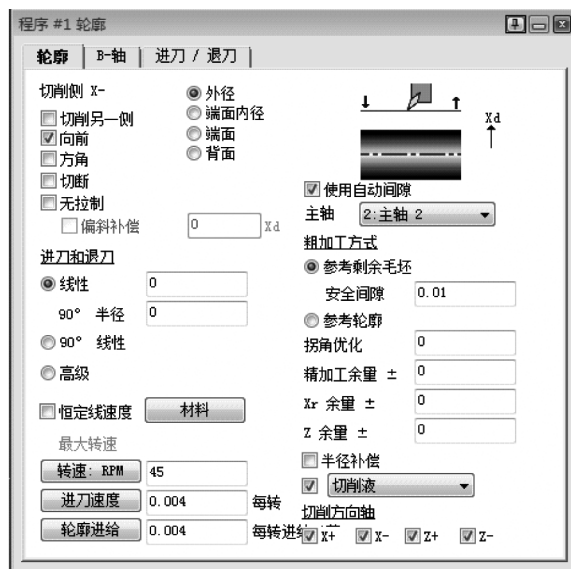

图 6-84 精车程序
7) 用#12 刀具创建精加工车削程序，如图 6-84 所示。